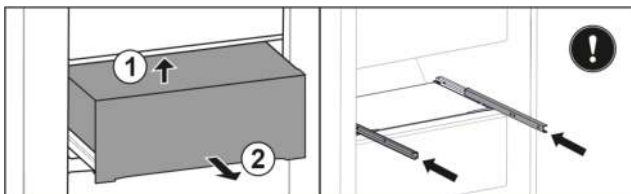

Fig. 79
- ▶ Schubfach von unten hinten anheben. Fig. 79 (1)
- ▶ Schubfach nach vorne entnehmen. Fig. 79 (2)